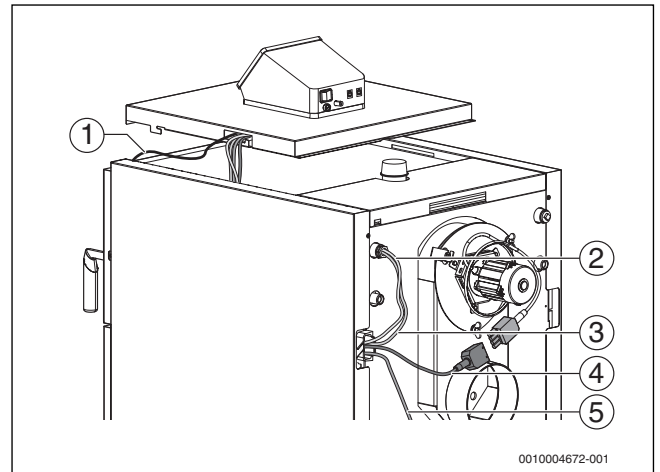

Рис. 21 Прокладка проводов через облицовку котла
- ▶ Выведите все провода и капиллярную трубку предохранительного ограничителя температуры через вырез в верхней облицовке котла (→ рис. 21).
- ▶ Вставьте датчик температуры котловой воды и предохранительный ограничитель температуры (→ рис. 21, [2], стр. 21) в погружные гильзы [3] на задней стороне котла.